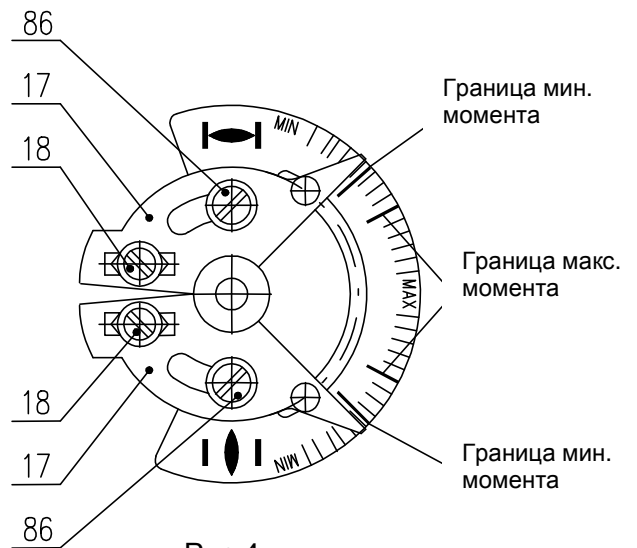
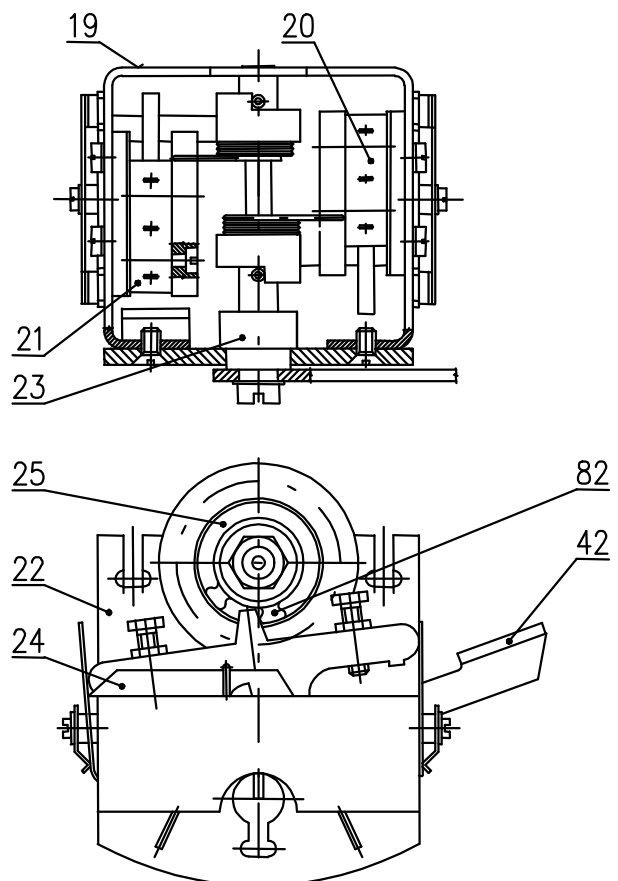

Рис.4
Рис.5
Проверка моментных выключателей (рис. 4,5). При движении ЭП в направлении « закрыто » и при подключенных моментных выключателях для «моментного переключения» переключить контакты выключателя S2 путем нажатия выключающего контакта **(24) (рис. 5)** соответствующего выключателя. При правильном подсоединении ЭП должен остановиться. При подключении моментных выключателей для «сигнализации» будет наблюдаться только сигнализация на коробке управления панели.
4.1 Настройка блока моментного выключения (Рис.4 и 5)
Настроение момента выключения возможно исполнить только на стенде, который дает возможность измерения крутящего момента в установленном диапазоне по таблице спецификации, грубой регулировкой (17) и тонкой регулировкой (18), Рис.4
Перестановка момента выключения с помощью сегмента (17), Рис. 4, возможно исполнить только в рамках отмеченного интервала MIN – MAX на моментном диске в соответствующем диапазоне моментов ЭП.
- моментное колесо (рис. 4)
- моментное устройство (рис. 5)
- механизм блокировки (82) (рис. 5).
Моментное колесо (рис. 4) укреплено на моментном валике выходящем от силовой передачи (рис. 2). Угол поворота моментного колеса пропорционален крутящему моменту на выходном вале ЭП. Его величина устанавливается перестановкой сегментов (17) и передвижением упоров (18) (рис. 4). Достигнутая величина крутящего момента переносится от моментного колеса на моментное устройство (9) при помощи моментного рычажка (42) (рис. 5).
Моментное устройство (рис. 5) представляет несущую балку, на которой размещены выключатели S1 (20) и S2 (21). На валике (23) размещены выключающие рычажки (24), которые при помощи пружины
Механизм блокировки (82) (рис. 5) обеспечивает блокировку моментного выключения, как правило, на 1 или 2 оборота после реверса ЭП. После осуществления установленного количества оборотов моментное устройство возвращается к своему первоначальному функционированию.
Настройка момента выключения с помощью сегмента(17), **(Рис. 4)**, возможно исполнить только в рамках отмеченного интервала MIN – MAX на моментном диске в соответствующем диапазоне моментов ЭП.
Настроение момента выключения возможно исполнить только на стенде, который дает возможность измерения крутящего момента в установленном диапазоне по таблице спецификации, грубой регуляцией(17) и тонкой регуляцией(18), Рис.4